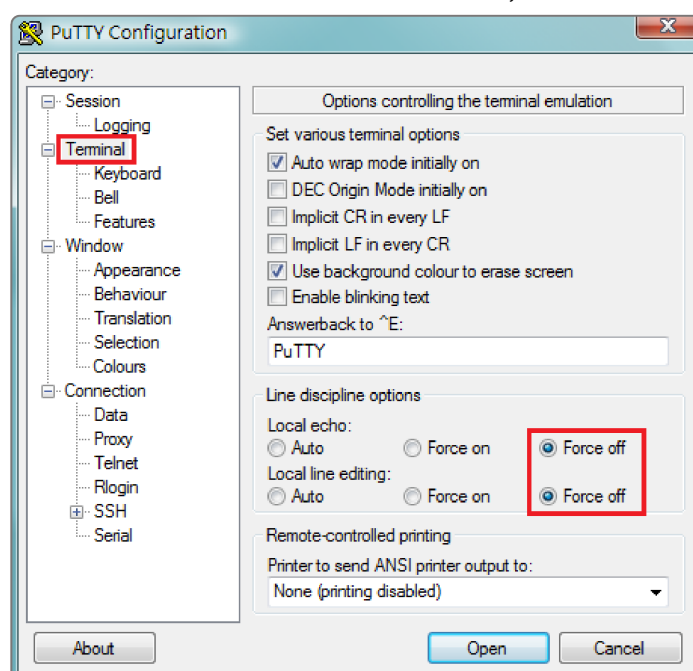

Figure 5. Fenêtre Configuration PuTTY.
**Remarque :** si vous utilisez PuTTY pour configurer l'accès SSH, configurez la discipline Ligne de Terminal sur « Forcer la déconnexion », comme illustré dans la figure 5.